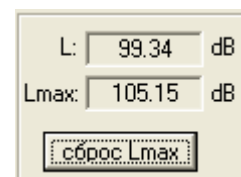

Рисунок 16
- В окне «Готовность к запуску» выбрать опцию «По уровню», опцию «>» и ввести в окно для значения уровня шума на 20 дБ превышающий фоновый уровень в испытуемом помещении (уровень можно посмотреть в окне, приведенном на Рис. 16). Выбрать опцию «в течение» 0 сек.
- В окне «Запуск» выбрать опцию «По уровню», опцию «>» и ввести в окно для значения уровня шума на 15 дБ превышающий фоновый уровень в испытуемом помещении (уровень можно посмотреть в окне, приведенном на Рис. 16). Выбрать опцию «в течение» 0 сек.